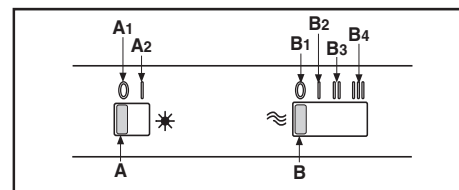

Fig.14
• **MANDOS:** (Fig.14) **SLIDER** le symbole sont le suivant: